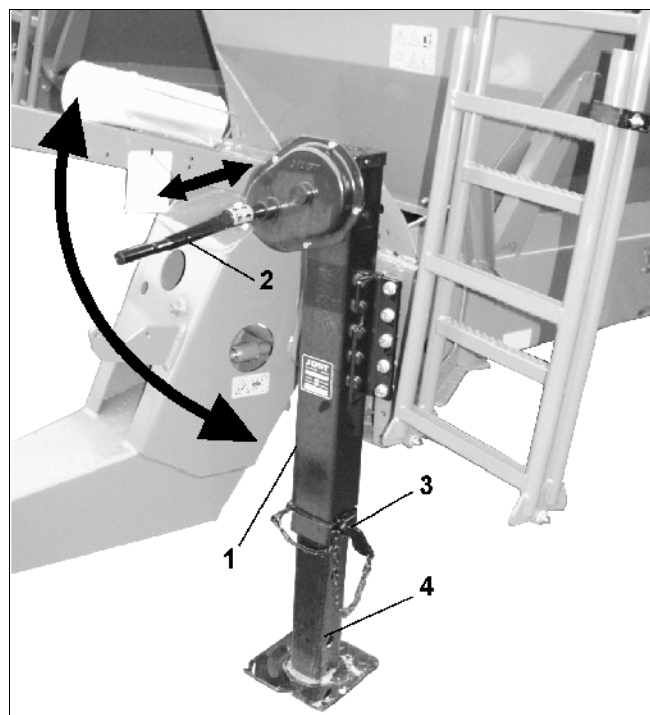

Рис. 10
- Опорную стойку (Рис. 10/1) поднимите до упора вверх посредством вращения приводной ручки (Рис. 10/2).
- Извлеките палец (Рис. 10/3) из опорной стойки.
- Вставьте палец в нижнее отверстие (Рис. 10/4) и зафиксируйте.